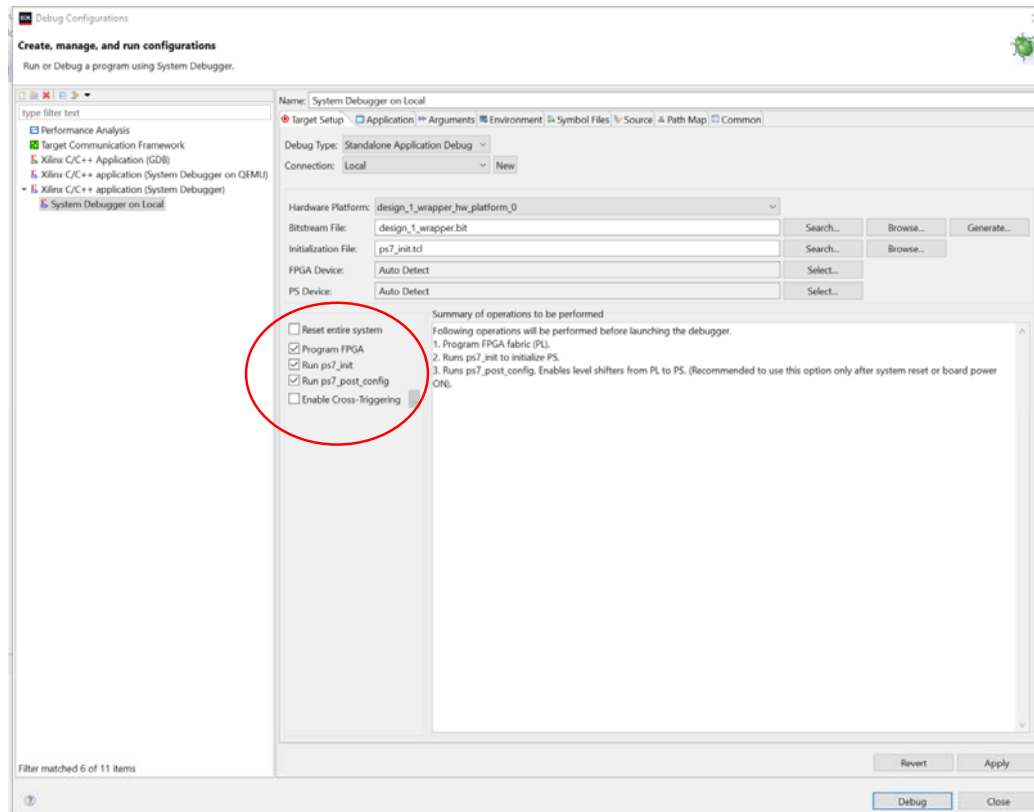

Figure 9 Programmation de PL sans reset
- 7) Il ne vous reste qu'à programmer votre carte, ce qui implique programmer la partie matérielle (PL) et la partie logiciel (PS avec les ELF) avec la fenêtre de *Debug Configurations* (onglet Run dans la barre horizontale).
- a. La figure 9 montre l'onglet *Target Setup* pour programmer le FPGA (partie PL). **Cette fois, il ne faut pas mettre l'option *Reset entire system***. Il faut laisser la partie PS s'initialiser elle-même.
- 8) Cliquez ensuite sur *Debug* dans le bas de la fenêtre (voir figure 9).